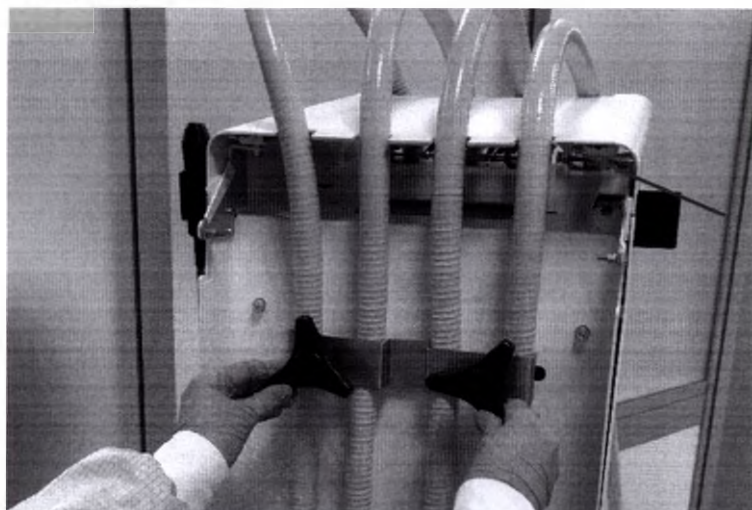

Рис.8.10 – Установка держателя шланга
8.4.5. Поместите шланг манипулы в специальное отверстие в верхней части Прибора (указано красной стрелкой) и прикрутите держатель шланга манипул с помощью барашков как показано на рис.8.10.